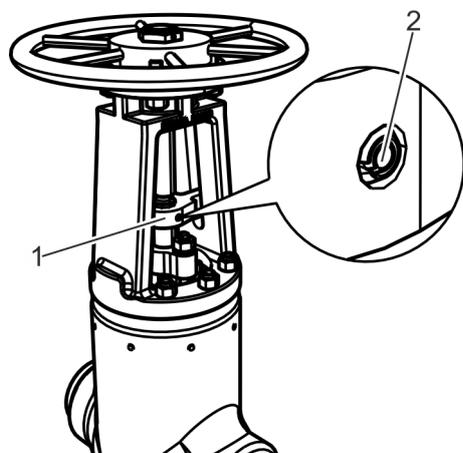

Fig. 24: Fixation du dispositif anti-rotation
- 18.** ▶ Si un dispositif anti-rotation est présent : Monter la goupille de serrage (Fig. 24/2).